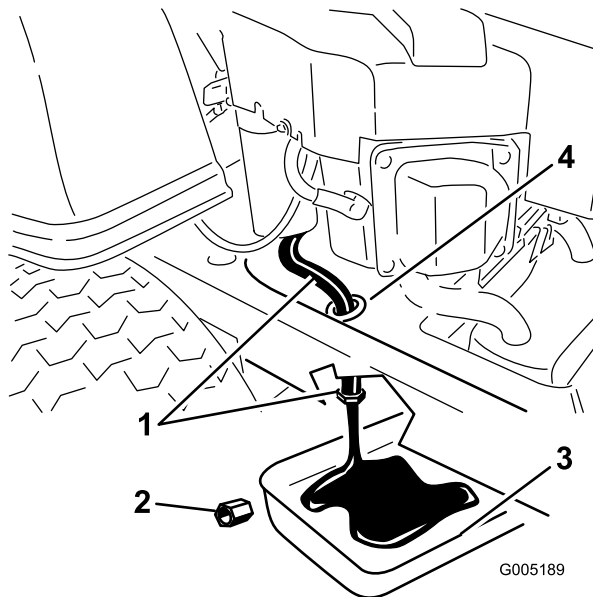

Bild 29
der durch ein Ablassloch im Maschinenrahmen verlegt ist (Bild 29). Reinigen Sie den Bereich um die Ölablassschraube und den -schlauch.
6. Stellen Sie direkt unter den Ölablassschlauch eine Wanne unter die Maschine, wie in Bild 29 dargestellt.
7. Nehmen Sie die Ölablassschraube mit zwei Schraubenschlüsseln ab (halten Sie mit einem den Ölablassschlauch und lösen Sie mit dem anderen die Schraube) (Bild 29).
13. Wenn das Öl vollständig abgelaufen ist, setzen Sie die Ölablassschraube wieder ein. Ziehen Sie die Schraube mit 14 Nm an. Wischen Sie überflüssiges Öl ab (Bild 29).